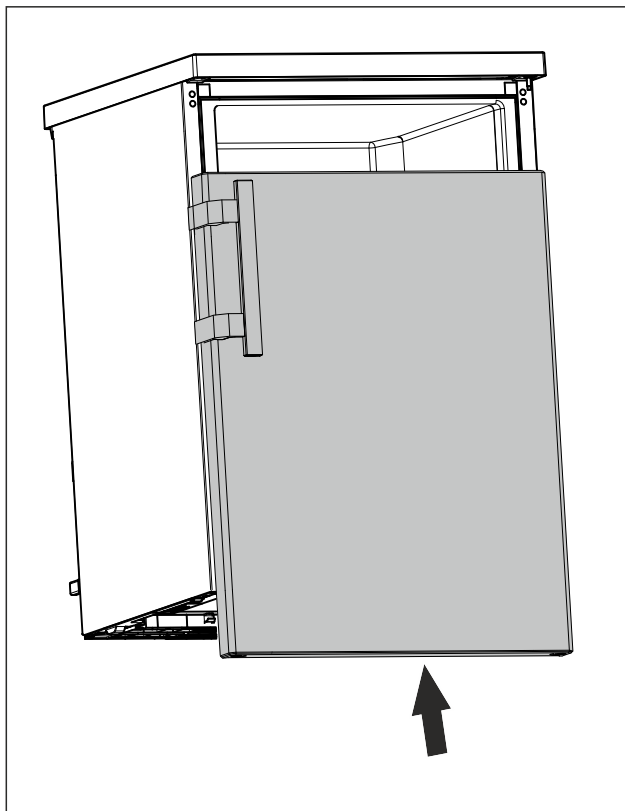

Fig. 22
- ▶ Надвиньте дверь в закрытом состоянии на верхний болт. (см. Fig. 22)